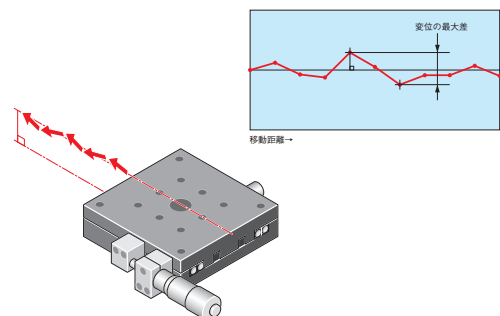

図3-12 運動の平行度
3.12 運動の平行度 [JIS B 0182-1993 準拠] [図3-12]